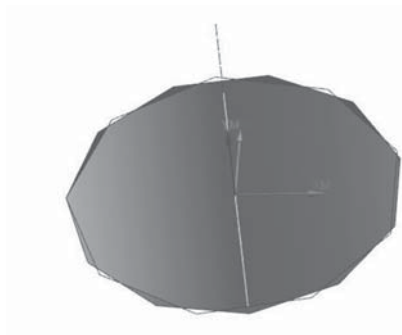

图 4-1-34 刀轨预览
(3) 在“工具”设置中,把刀具设置为“S6(钻刀)”选项。在“刀轨设置”区域,将“循环”下拉菜单中的“钻”更改为“钻,深孔”选项,如图4-1-32所示。在弹出的“循环参数”对话框中的“步进”区域,将“最大距离”文本框设置为“3 mm”,如图4-1-33所示。在单击 (生成) 图标,预览刀路,如图4-1-34所示。